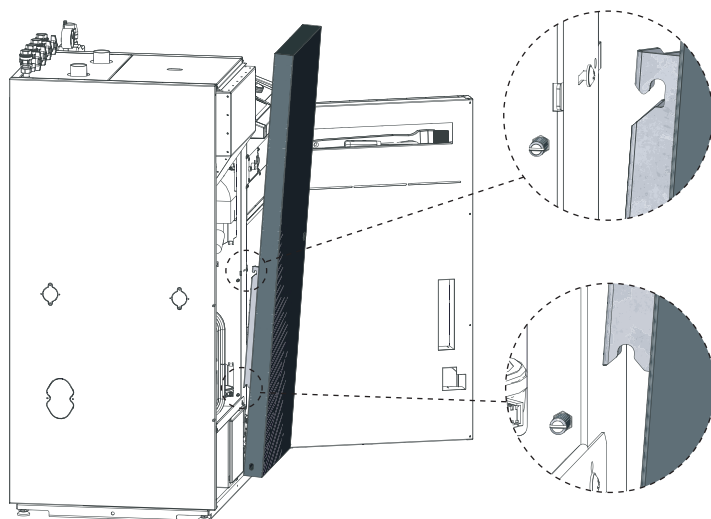

Fig. 15 Agganciare la porta di contenimento
- Per prima cosa posizionare la porta di contenimento sui bulloni in basso e spingere le porte verso la caldaia finché i ganci superiori non si agganciano – Fig. 15.